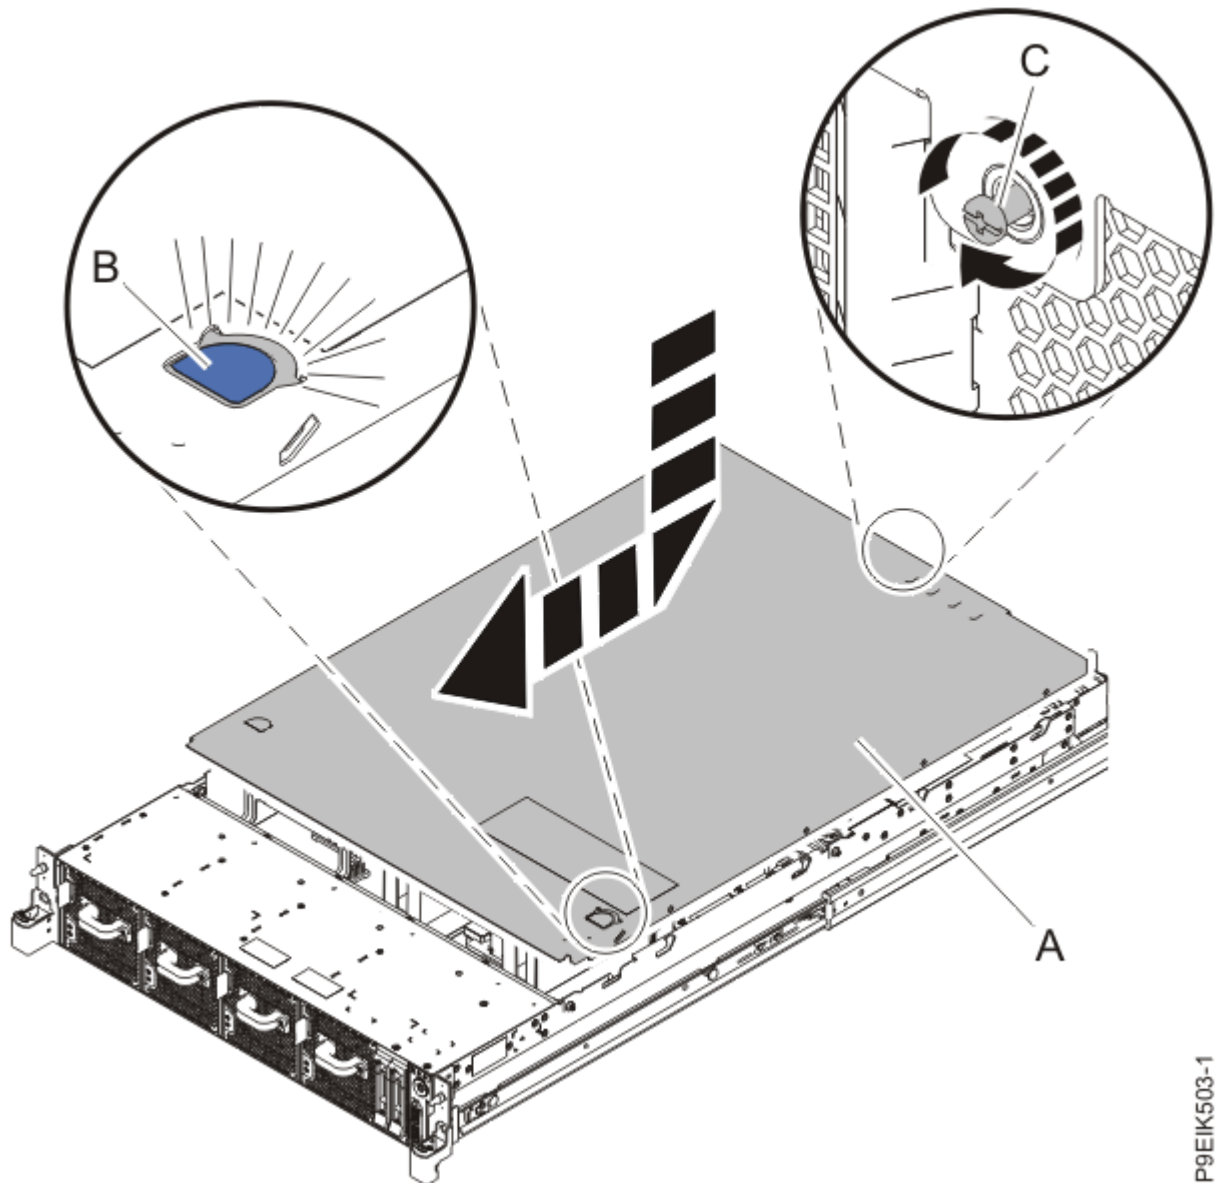

Figura 42. Instalación de la cubierta
1. Coloque la cubierta (A) en la unidad del sistema de tal manera que las patillas de alineación de la cubierta queden alineadas con las ranuras del chasis. Deslice la cubierta hacia la parte frontal del sistema hasta que el pestillo de liberación de color azul (B) quede fijado en su lugar, tal como se muestra en la Figura 42 en la página 84.